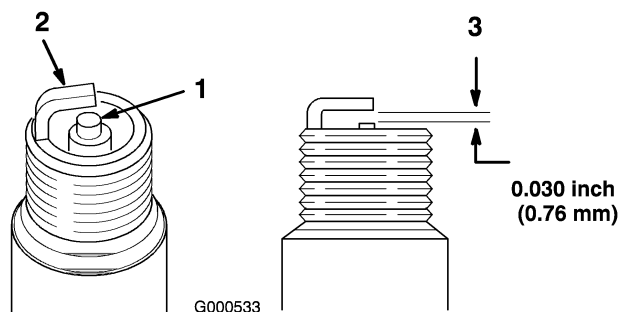

Figura 31
- Mire la parte central de la bujía (Figura 31). Si se observa un color gris o marrón claro en el aislante, el motor está funcionando correctamente. Si el aislante aparece de color negro, significa que el limpiador de aire está sucio.
- Compruebe la separación entre los electrodos central y lateral (Figura 31). Si la distancia no es correcta, doble el electrodo lateral (Figura 31).